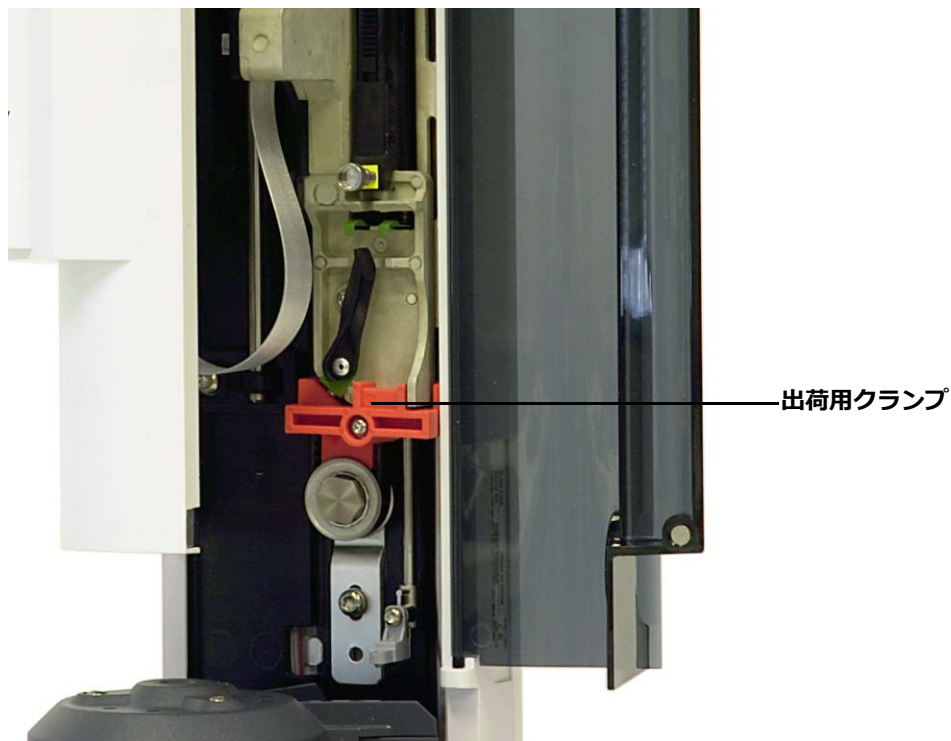

図 8 出荷用クランプが取り付けられた状態
- 5 T-10 トルクスドライバを使って、T-10 ネジを完全に緩め、シリンジキャリッジから出荷用クランプを取り外します（図 8 および図 9 を参照）。